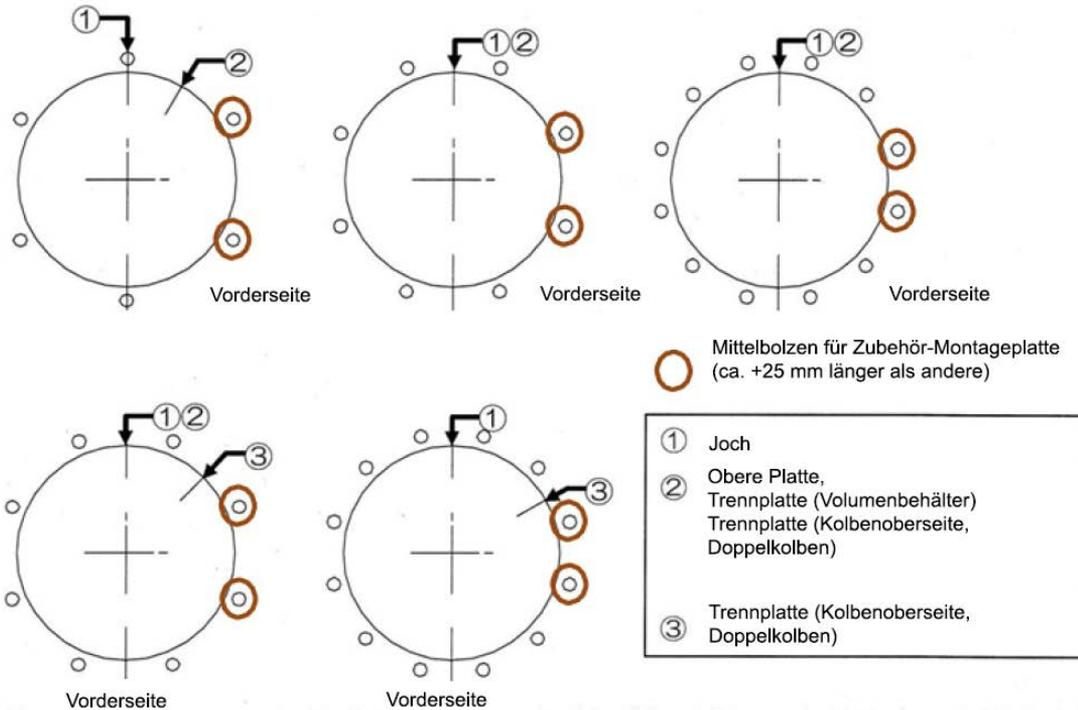

Abbildung 17 – Positionierung der Mittelbolzen
**Achten Sie darauf, die Innenfläche der Führungsbuchse (8) mit der Kompressionsmutter (12) bei der Montage und Demontage nicht zu beschädigen.**
10. Ersetzen Sie den Stangenabstreifer (34) durch einen neuen. Bringen Sie auf den Stangenabstreifer Silikonfett (oder gleichwertig) auf.
11. Montieren Sie die Federeinheit, das Federrohr (7), die Trennplatte (13) und die Kolbenbaugruppe (15) wieder.
12. Ersetzen Sie den O-Ring (21) an der oberen Platte (17) sowie den O-Ring (21) und den Führungsring (16) an der Kolbenplatten-Baugruppe (15) durch neue Teile. Bringen Sie auf den O-Ringe und den Führungsring Silikonfett (oder gleichwertig) auf.
13. Setzen Sie das Zylinderrohr (14) und die obere Platte (17) nur mit axialer Bewegung wieder ein. Bringen Sie auf die Innenfläche des Zylinderrohrs Silikonfett auf.
14. Stellen Sie sicher, dass die Positionen der Luftanschlüsse korrekt sind. Setzen Sie die Mittelbolzen in die Bohrungen der oberen Platte und des Jochs ein. Montieren Sie die Federringe und Muttern und ziehen Sie diese von Hand leicht an. Montieren Sie die Federringe und Muttern von Hand an der Unterseite des Jochs. Stellen Sie sicher, dass die Position der Mittelbolzen (ca. +25 mm länger als andere) für die Zubehör-Montageplatte, falls vorhanden, der Abbildung 17 entspricht.